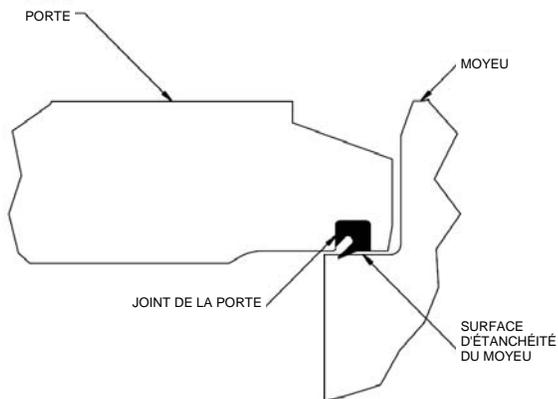

Figure 6 – Joint illustré dans la rainure
- 3) **Installer** le joint de la porte en le poussant dans la rainure à 12, 3, 6 et 9 heures, conformément à l'orientation indiquée sur la *Figure 6*. Le joint doit être réparti de manière uniforme au niveau de chaque quadrant. Appuyer fermement sur les parties restantes du joint de manière à ce que le joint entier soit correctement inséré dans la rainure.